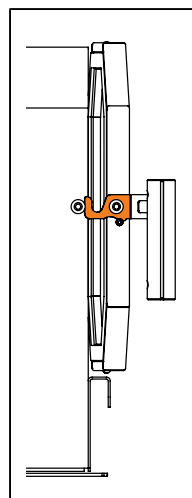

Figura 6. Posición de la puerta
- Durante el calentamiento previo a la instalación, mantenga la puerta ligeramente abierta. No cierre la puerta en ningún momento durante el primer calentamiento. (Consulte en la Figura 6.)